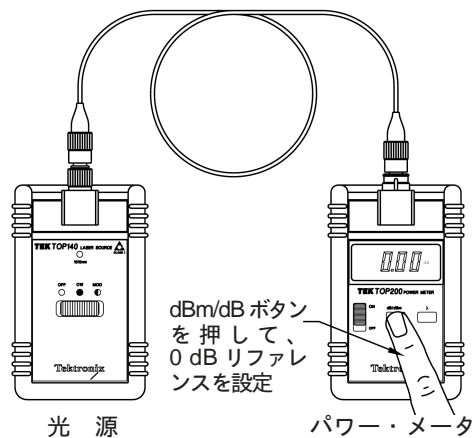

図 4-2 : リファレンス測定の準備
3. LCD に r が表示されるまで dBm/dB ボタンを 2～3 秒間押し続け、リファレンス・レベルを設定します。これで、表示が 0.00 dB となります (図 4-2 参照)。